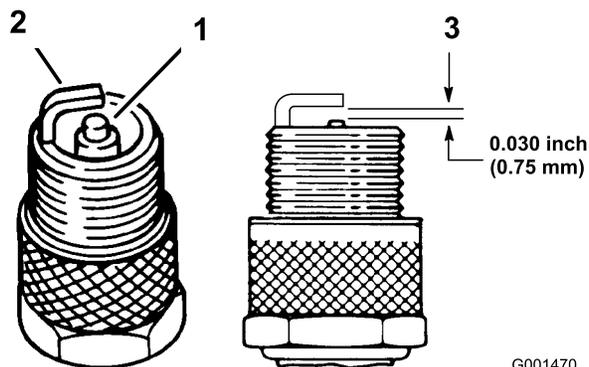

図 22
- 中央の電極部(図 22)を観察する。絶縁体部がうす茶色や灰色なら適正、黒い汚れがある場合にはエア・クリーナの不良を考える。
- すきまゲージでエア・ギャップの点検を行い(図 22)、隙間の大きさが適切でなければ側面の電極を注意深く曲げて調整する(図 22)。
- 点火コードを接続する(図 22)。